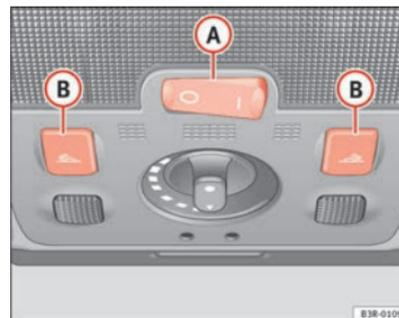

Fig. 93 Detalle del revestimiento del techo: Iluminación delantera del habitáculo
El interruptor basculante (A) \Rightarrow fig. 93 para el manejo de la luz delantera del habitáculo tiene las siguientes funciones: